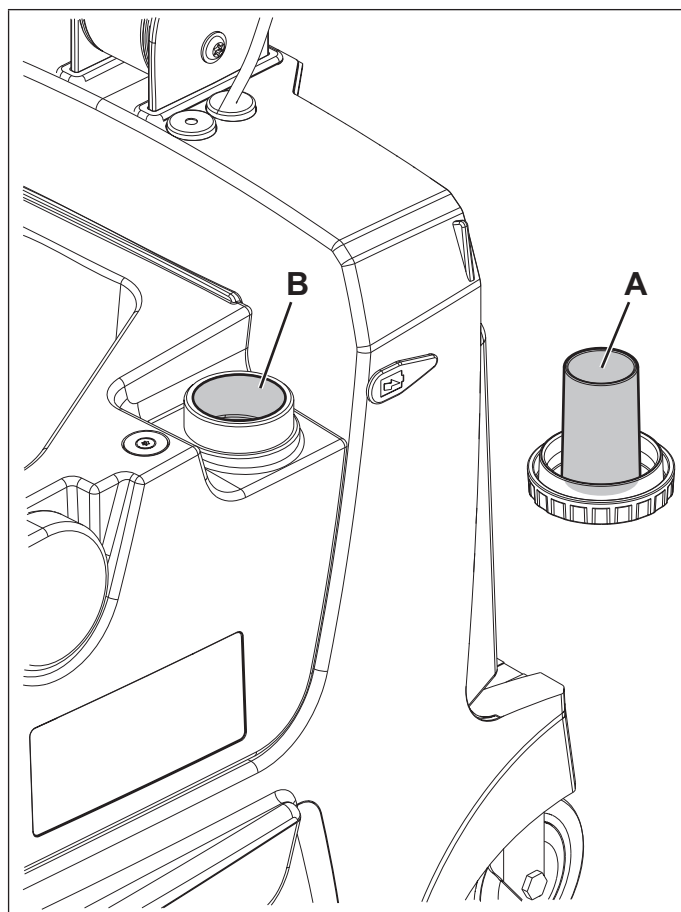

Abbildung 2
1. Den Tankdeckel (12) abnehmen.
2. Den Verschluss (A, Abb. 2) des Reinigungslösungstanks (B) abnehmen.
3. Den Tank (B) bis einige Zentimeter unter den Rand mit Wasser füllen. Die Temperatur des Wassers darf 40 °C nicht überschreiten.
4. Die Reinigungslösung wird mithilfe des Messbechers des Verschlusses (V) hergestellt. Der Inhalt des Messbechers beträgt 30 ml, was 0,5 % verdünnter Lösung im mit Wasser gefüllten Tank entspricht. Stets die Verdünnungshinweise beachten, die auf dem Verpackungsaufkleber des verwendeten chemischen Produkts angezeigt sind, um die Reinigungslösung zu präparieren.
5. Den Verschluss (A) wieder auf den setzen.
6. Den Tankdeckel (12) wieder aufsetzen.